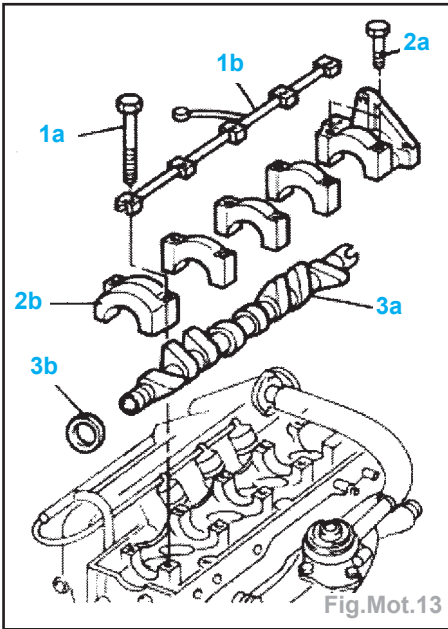

Fig.Mot.13
- la vis (1a) et la rampe de graissage (1b) (Fig.Mot.13),